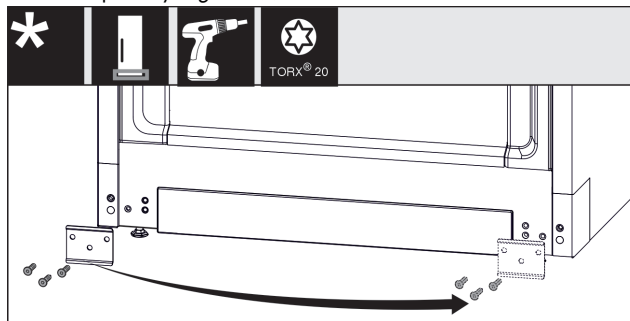

Fig. 21
- ▶ Відкрутіть щиток Fig. 21 (1), переставте його на інший бік і знову прикрутіть.